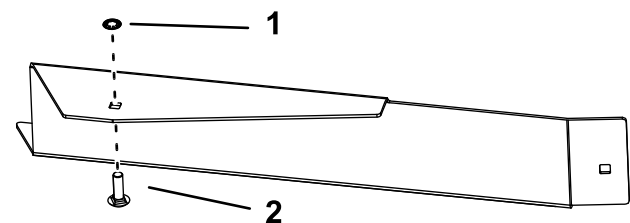

Figura 17
4. Montate il bullone a testa tonda e il dado in gabbia sul deflettore anteriore, come illustrato nella Figura 17.